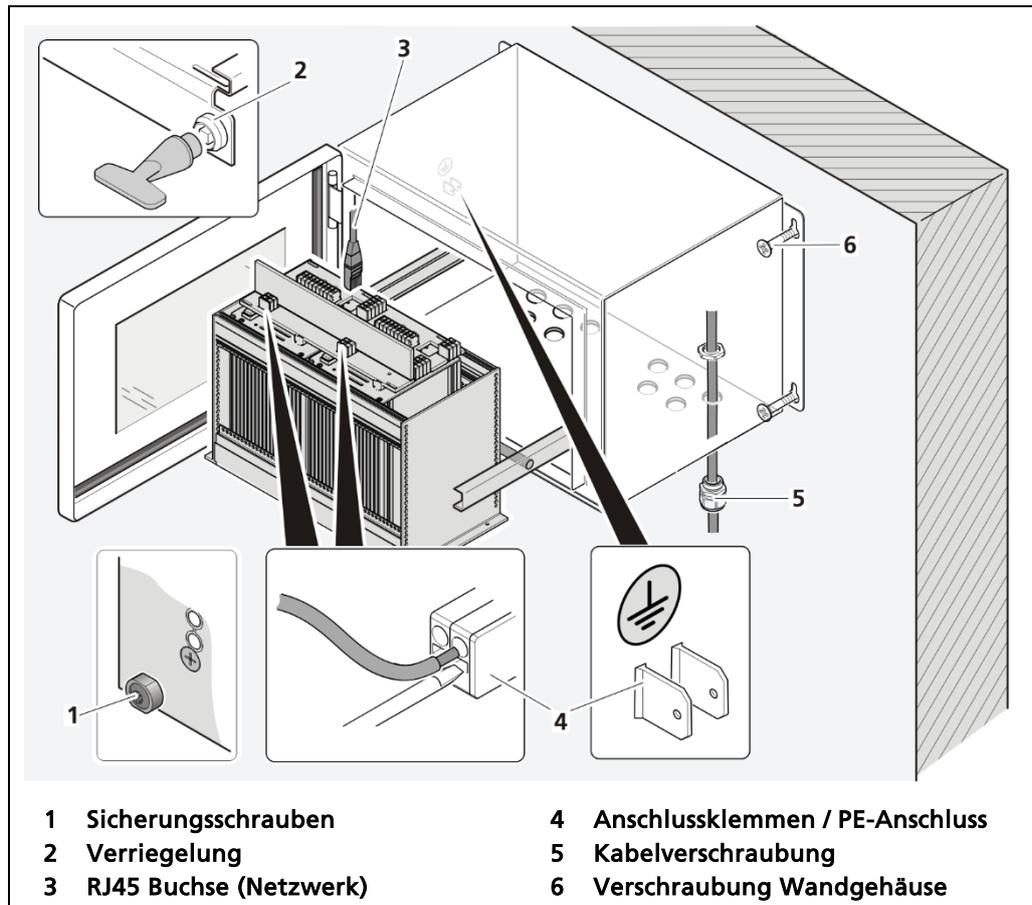

Abb. 152 Außerbetriebnahme Wandgehäuse
1. Stellen Sie sicher dass die Sicherungsschrauben (Abb. 152, Pos.1) aller Module angezogen sind um ein Herausgleiten zu verhindern.
2. Lösen Sie die Verriegelung (Abb. 152, Pos.2) mit dem mitgelieferten Vierkantschlüssel und ziehen Sie den Baugruppenträger heraus.
5. Entfernen Sie den Netzwerkstecker (Abb. 152, Pos.3).
6. Entfernen Sie alle Leitungen von der Anschlussplatine und des PE-Anchlusses (Abb. 152, Pos.4).
7. Lösen Sie die Kabelverschraubungen (Abb. 152, Pos.5) an der Unterseite des Wandgehäuses und ziehen Sie alle Kabel aus dem Wandgehäuse.
9. Lösen Sie die Verschraubung (Abb. 152, Pos.6) und entfernen Sie das Wandgehäuse.